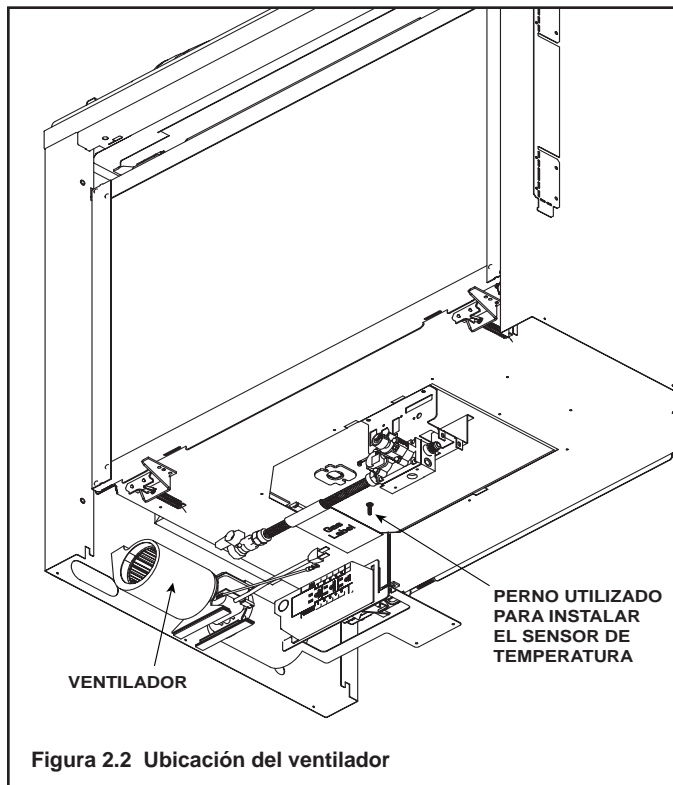

Figura 2.2 Ubicación del ventilador
1. Coloque el ventilador como se muestra en la Figura 2.2.